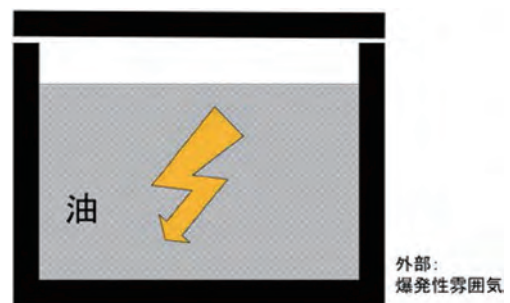

図5 油入防爆構造模式図
5) 油入防爆構造（protection by oil immersion safety、記号：o、図5）は、電気機器で着火源となる部分を絶縁油内に収め、着火源が外部の爆発性雰囲気と接触しない方にした構造である。油の劣化、油漏れ、